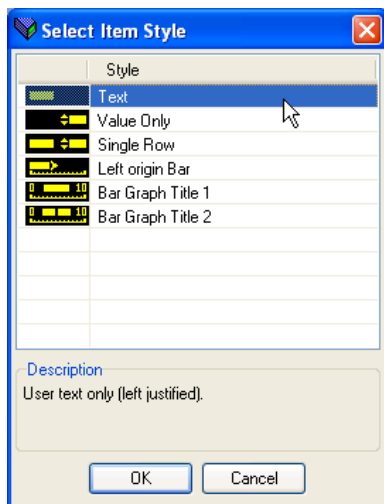

Abbildung 143 Stilauswahl
2. Doppelklicken Sie auf eine der Zellen unter „Promote Parametermenü“, um das Fenster „Objekt Stil markieren“ zu öffnen (Abbildung 143).